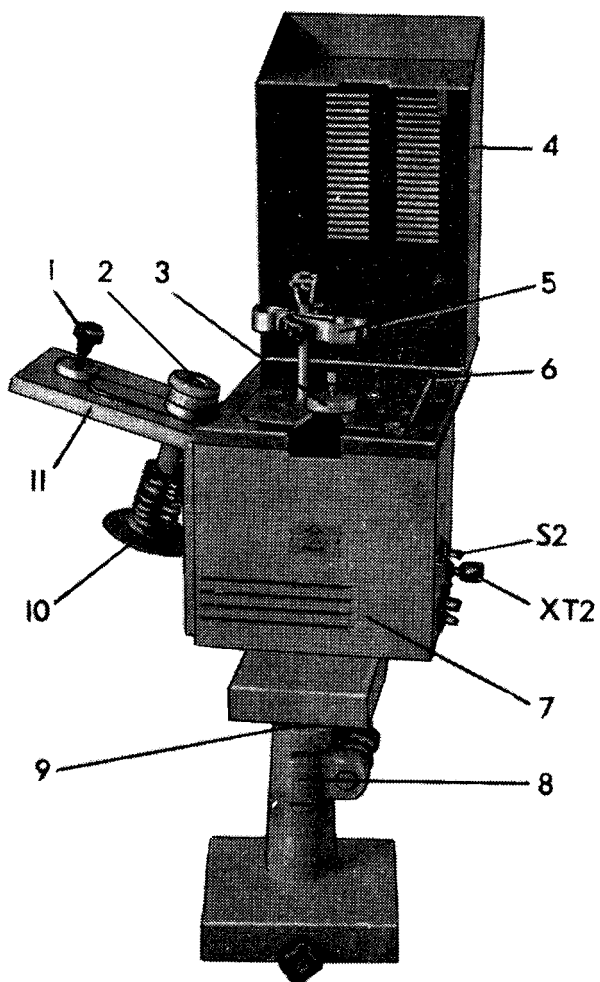

Рис. 8
6.3.7 Включите источник света тумблером S2 (рис. 8).
7.2.3 Установите на блоке питания необходимый для работы режим и включите источник света тумблером S2 (рис. 8).